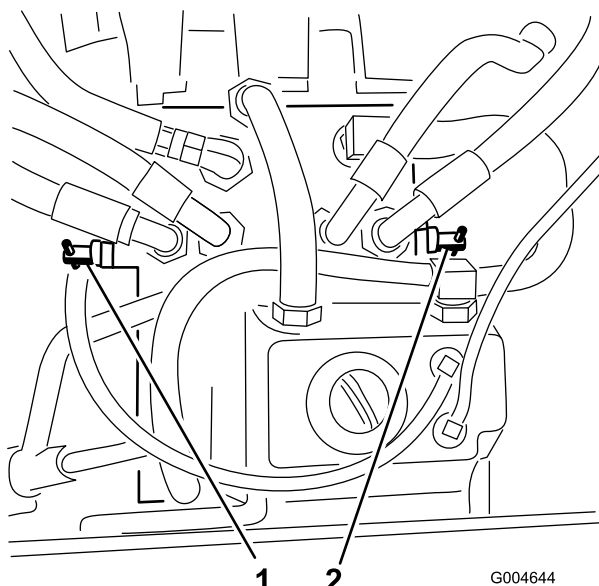

Figure 36
3. Tournez chaque vanne de dérivation d'un tour dans le sens anti-horaire (Figure 36).
Tournez chaque vanne de dérivation d'un tour dans le sens horaire et serrez-les à la main (couple de serrage de 8 Nm (71 po-lb) approx.) (Figure 36).